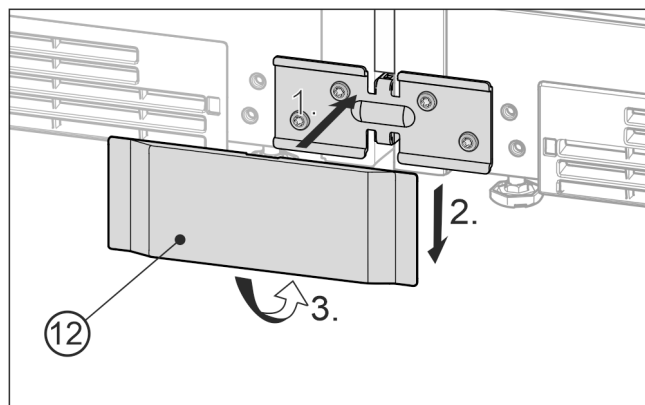

Fig. 24 Przykładowa prezentacja
- Dolną pokrywę Fig. 24 (12) założyć od przodu na kątownik Fig. 24 (1), dosunąć do dołu Fig. 24 (2) i zaciągnąć do dołu Fig. 24 (3).